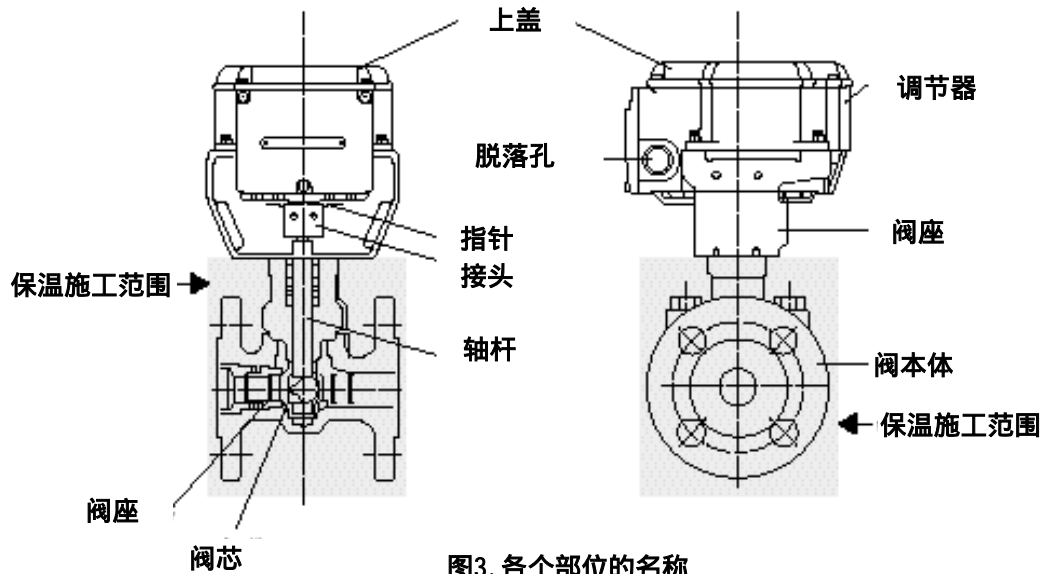

图3. 各个部位的名称
- 4) 进行保温施工时，请在图3所示的□范围内进行处理。如果在阀座以上的部分缠绕保温材料，可能会使指针看不见、或使指针缠挂在保温材料上而导致其变形。